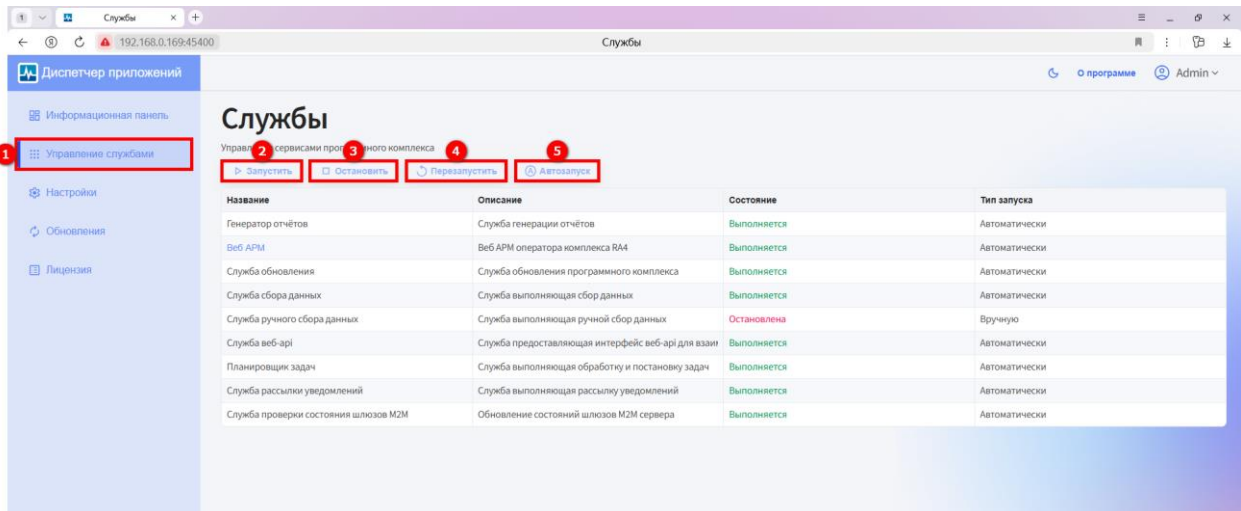

Рисунок 12 – Диспетчер приложений – Управление службами
Вкладка **Управление службами** (1) (см. рисунок 12) содержит информацию обо всех службах **RadioAccess 4** с указанием их краткого описания, состояния работы, типа запуска.